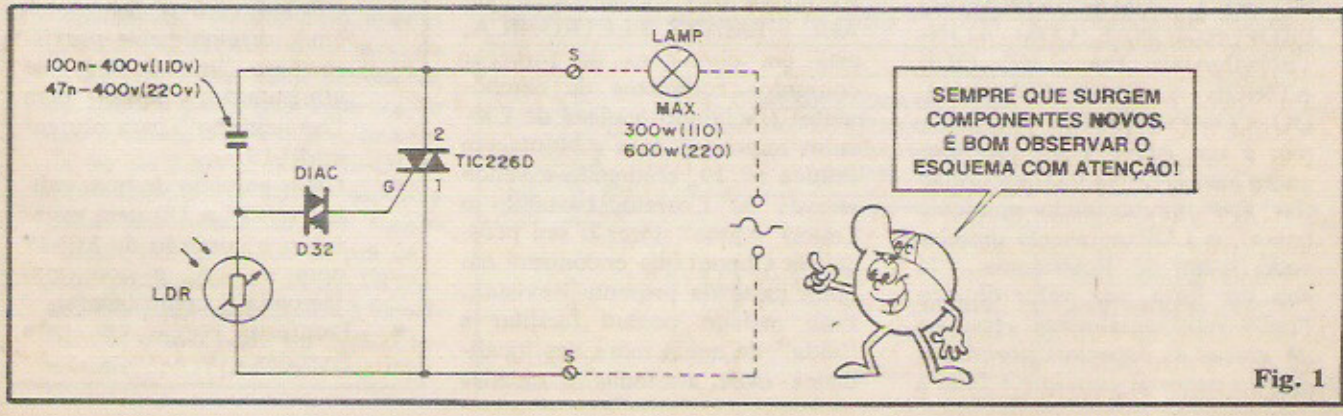

Fig. 1
- FIG. 1 - O "esqueminha" do circuito. A absoluta simplicidade fica clara à primeira vista, já que apenas **quatro** peças fazem **tudo**! Três dos componentes já foram estudados aqui nas "Lições" do ABC (o DIAC e o TRIAC, na presente "Aula"...), e um deles, o LDR, embora ainda não detalhado tecnicamente, já foi "apresentado" ao Leitor/"Aluno" na montagem prática da SIMPLES BARREIRA ÓTICA DE SEGURANÇA ("Aula nº 7), em antecipação teórica. O importante, por enquanto, é saber reconhecer os símbolos e determinar "o que está ligado onde", polaridades, terminais, etc. A parte tracejada do